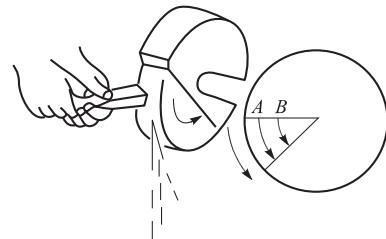

图 3-6
12. 如图 3-6 所示, 砂轮转速为 500 r/min, 砂轮直径 $d_1 = 120$ mm, 将工件磨削至所需尺寸需 3 min, 使用一段时间后, 由于磨损, 砂轮直径减小, $d_2 = 80$ mm, 求此时将工件磨削之所需尺寸所用时间?